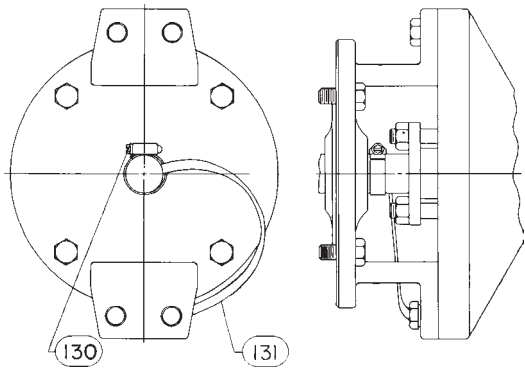

图3. 可选的驱动轴和阀体之间的连接带组件
9. 在氧气工况中，用夹子（件号130，图3）把连接带（件号131，图3）连接到驱动轴上，用六角螺钉（件号35）把连接带组件的另一端连接到阀体上。用六角螺母（件号36）拧紧螺钉。
2. 按照专门的执行机构的指导手册说明拆卸执行机构，然后拆掉六角螺钉和螺母(件号35和36)。如果使用接地电缆连接带(件号131，图3所示)须拆除夹子。
• 氧气工况，用夹子（件号 130，图 3）把连接带（件号 131，图 3）连接到驱动轴上。用六角螺钉（件号 35）把连接带组件的另一端连接到阀体上。用六角螺母（件号 36）拧紧六角螺钉。
连接带（件号 131，图 3 所示）须拆除夹子（件号 130，图 3 所示）。